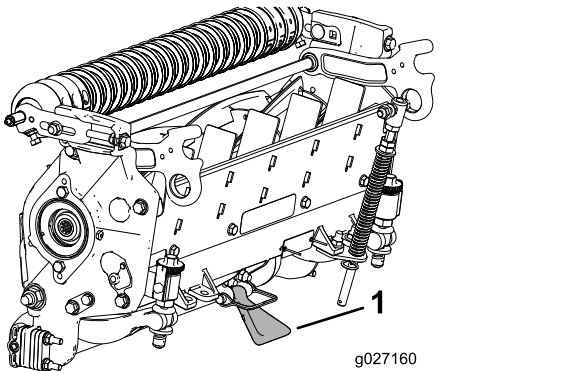

图 10
**重要事项** 确保底刀架调节螺丝后端上的螺母不与工作表面接触使用支架 图 10。